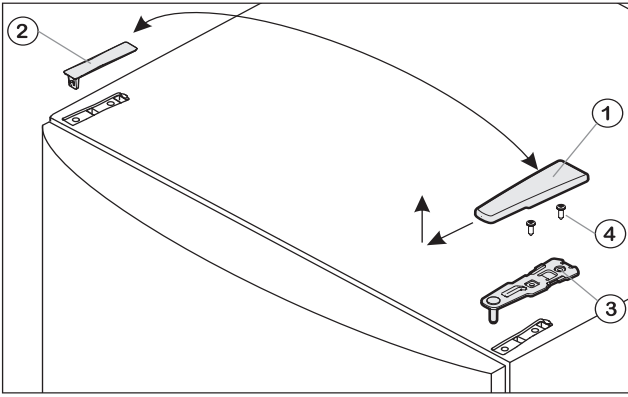

Fig.1
- Потяните крышку Fig. 1 (1) вперед и вверх.
- Снимите крышку Fig. 1 (2).
- Открутите верхний опорный кронштейн Fig. 1 (3) (2 шт. Torx® 25) Fig. 1 (4) и вытяните вверх.
- Установите верхний опорный кронштейн Fig. 1 (3) на новой стороне шарнира и защелкните в дверце.
- Привинтите верхний опорный кронштейн (с моментом 4 Нм) (2 шт. Torx® 25) Fig. 1 (4). При необходимости проделайте отверстия или используйте аккумуляторную отвертку.
- Наденьте и защелкните крышку Fig. 1 (1) и крышку Fig. 1 (2) на противоположной стороне снаружи.